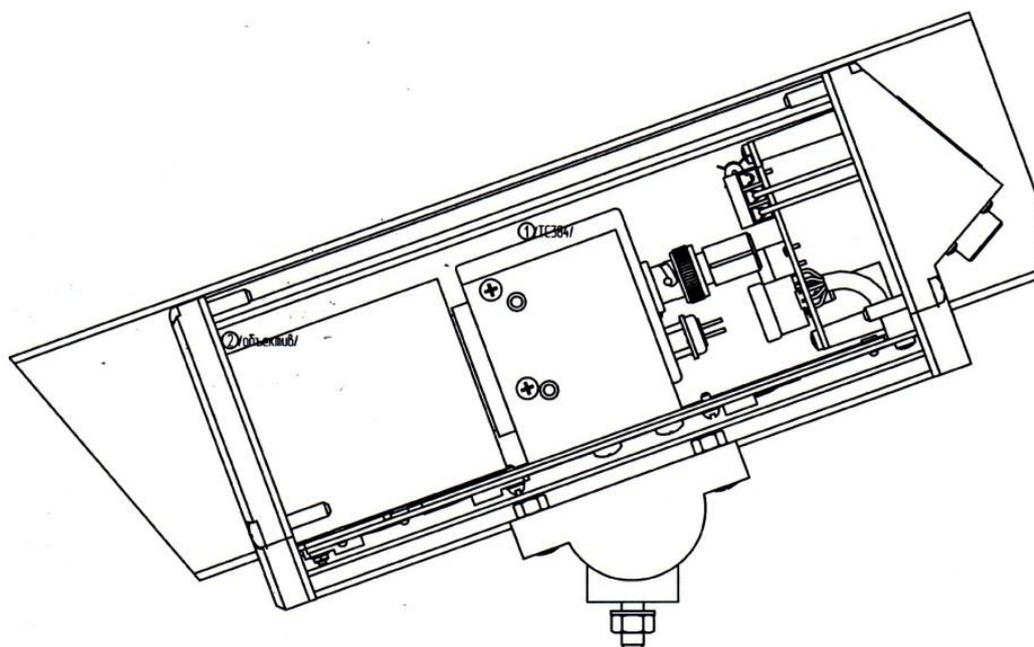

Рис. 1
2. Установить термопары (см.рис.1) и подключить аппаратуру регистрации.